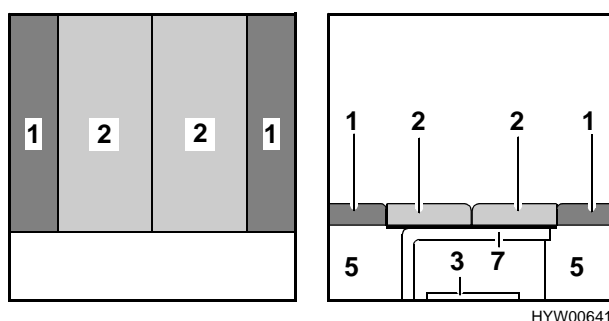

Fig. 49 Dopo la trasformazione
- Piazzare i cuscini dello schienale (Fig. 49,1) tra i cuscini del divano (Fig. 49,2) e la parete esterna.
- Spingere il piano del tavolo (Fig. 49,3) sotto il letto.